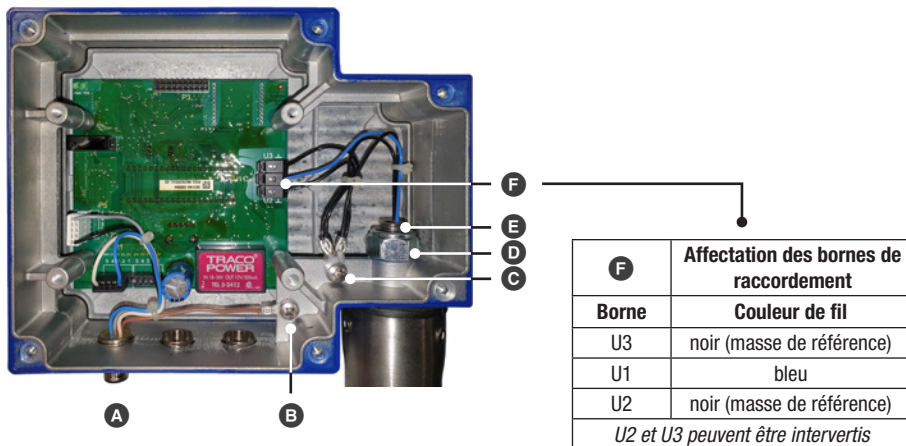

Fig. 11
10. Rebranchez le câblage de l'électrode sur la carte, voir le tableau de la **Fig. 11**.